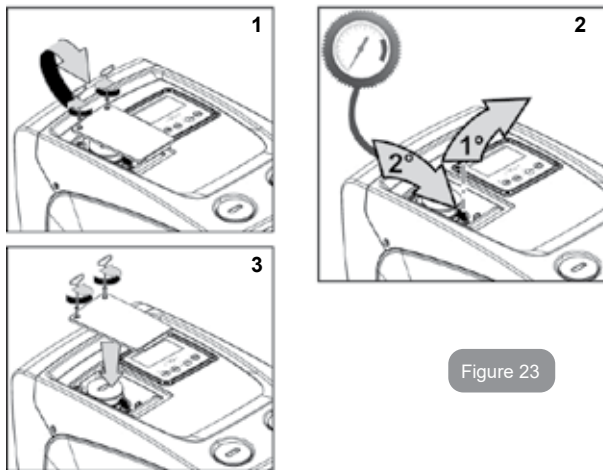

Figure 23
1. retirer la porte d'accès au logement de maintenance extraordinaire (Fig.1 pan F) en dégageant les 2 vis de fermeture à l'aide de l'outil accessoire. Il est conseillé de ne pas retirer complètement les vis afin de les utiliser pour extraire la porte. Veiller à ne pas laisser les vis dans le système lorsque la porte a été retirée (fig. 23);
2. extraire le capuchon en caoutchouc de la vanne du vase d'expansion en le faisant glisser (fig. 23);
3. agir sur la vanne selon les indications fournies au paragraphe (fig. 23);
4. remettre le capuchon en caoutchouc en place (fig. 23);
5. remettre la porte en place et serrer les 2 vis (fig. 23).